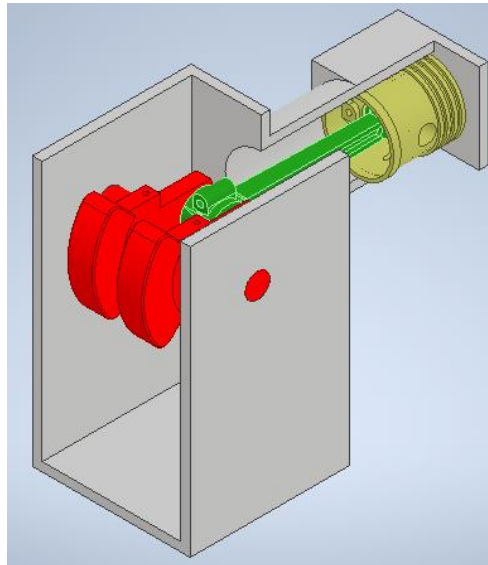
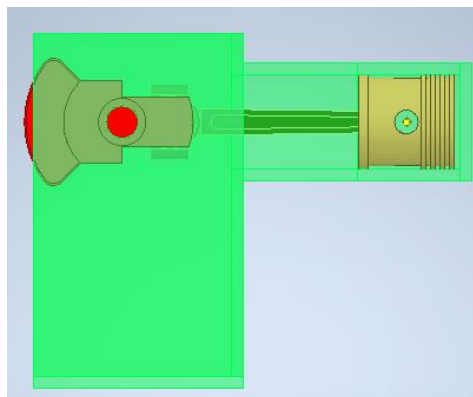

Figura 1. Compresor de aire
Figura 2. Posición inicial del compresor
2. El ensamble del compresor tal y como se muestra en la Figura 1 realizando la generación de juntas de forma manual a través del entorno de Simulación Dinámica. La posición inicial se muestra en la Figura 2. La velocidad angular de la manivela es constante y es contra las manecillas del reloj.